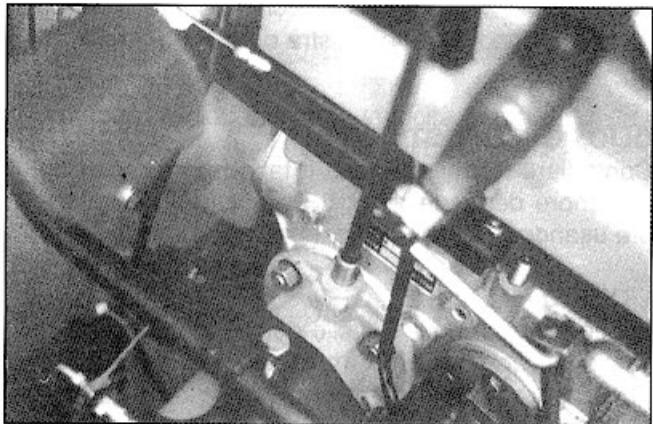
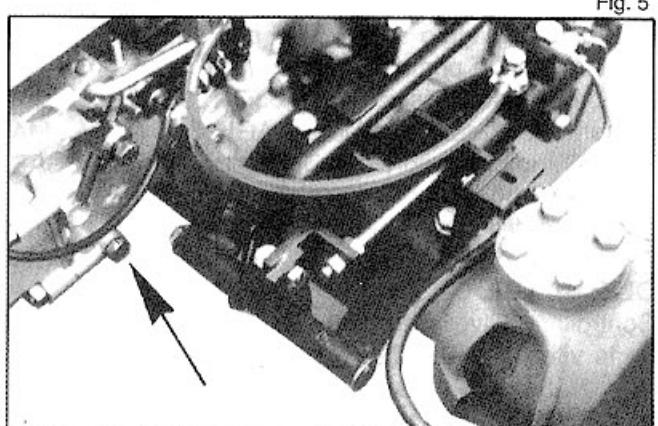

Fig. 2
Fig. 5
- Verificar se o óleo da caixa de velocidade está ao nível do orifício de inspecção (Fig. 2).
Controlar o nível do óleo ao fim de cada 50 horas de trabalho, aproximadamente, desapertando o parafuso do lado esquerdo do cárter das mudanças (Fig. 2). Se necessário, adicionar óleo para caixa de velocidades AGIP F1 ROTRA MP 80 W/90. Substituir o óleo uma vez por ano. Para retirar o óleo usado do cárter das velocidades, desapertar a tampa que está do lado esquerdo do cárter das mudanças (Fig. 5).